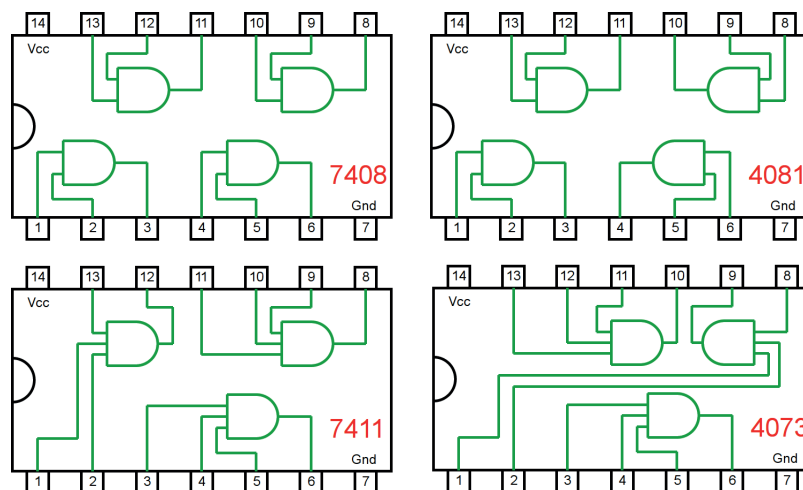

Figura 4.14 – Circuitos integrados TTL e CMOS.
- a) Coloque os circuitos integrados (TTL e/ou CMOS da figura 4.14) nas posições indicadas.
- d) Conecte os fios verdes. Os fios verdes estão conectados ao terra e portanto fornecendo valor lógico (0) às entradas de todas as portas do CI.